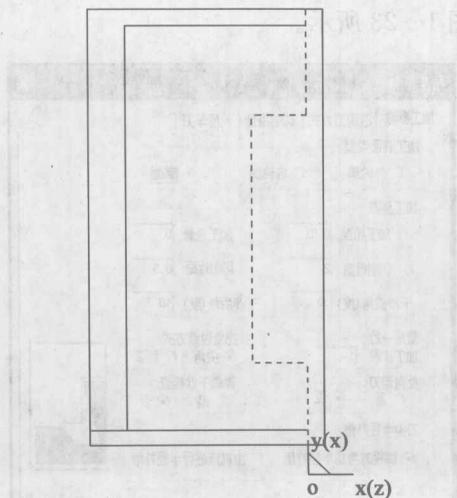

图 1-24 拾取轮廓线
(3) 点击 **确定**，系统提示栏显示“拾取被加工工件表面轮廓”，按空格键，选择 **【单个拾取】**，依次拾取轮廓线，如图 1-24 所示。